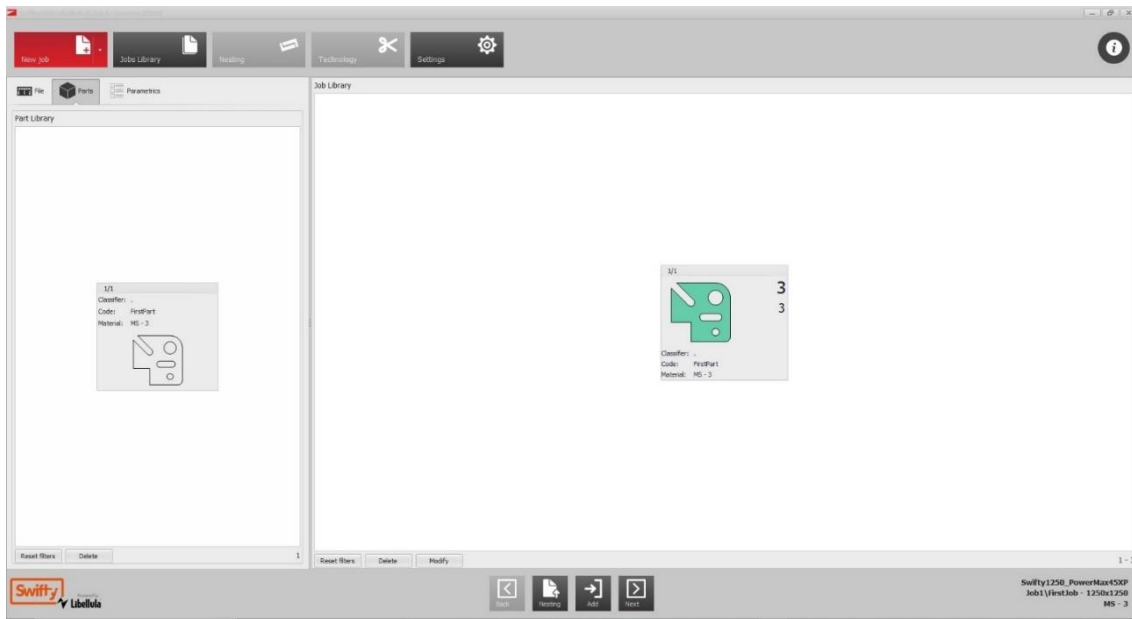

Fig 53 Bibliothèque des Tâches et Bibliothèque des Pièces
12. Le dessin sera maintenant ajouté à la Bibliothèque des Tâches (tâche en cours) et à la Bibliothèque des Pièces (qui pourra être rappelée ultérieurement). La Fig 53 montre l'onglet Pièces de l'écran Nouvelle Tâche montrant les volets Bibliothèque des Pièces et Bibliothèque des Tâches.